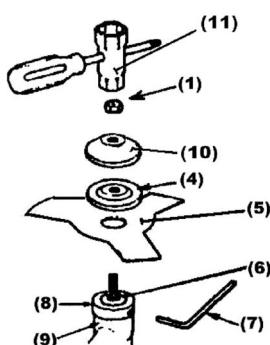

Рис. 6
## 5.4. Установка дискового ножа (рис. 6)
1. Установите на выходной вал редуктора (2) внутренний, а затем прижимной фланец (см. рис.6).
2. Зафиксируйте вал от проворота с помощью ключа (11) (см. рис.6), закрутите кассету с леской (3) против часовой стрелки до упора.